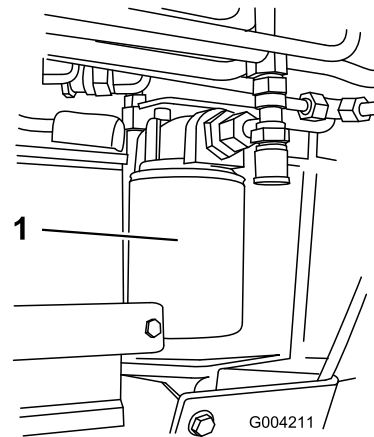

Bild 58
4. Stellen Sie eine Auffangwanne unter den Filter (Bild 58).
5. Entfernen Sie den alten Filter (Bild 58) und wischen Sie die Dichtfläche am Anbaustutzen ab.
7. Drehen Sie den Austauschfilter auf den Anbaustutzen auf (Bild 58). Ziehen Sie ihn nach rechts fest, bis die Gummidichtung den Anbaustutzen berührt. Ziehen Sie ihn dann um eine weitere 3/4 Umdrehung fester.